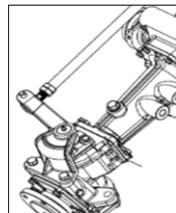

Fig.5.29
- Korek wlewu oleju (A) znajduje się po prawej stronie przedniej osi (jak pokazano na rys.5.29).